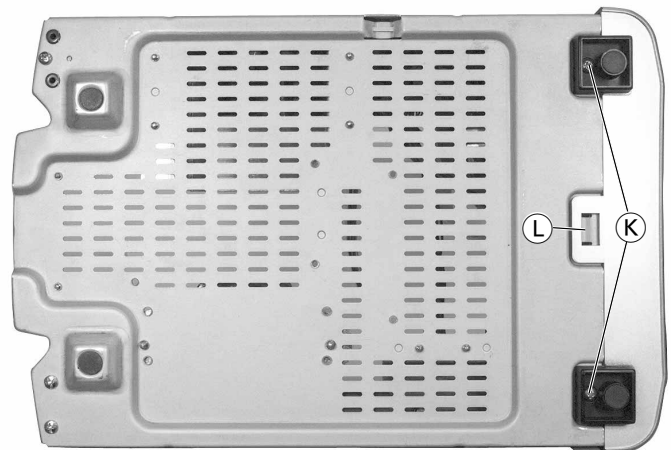

Fig. 10
- 2 Schrauben ⑨ (Fig. 10) herausdrehen.
- Rastnase ⑬ (Fig. 10) ausrasten.
- Undo 2 screws ⑨ (Fig. 10).
- Disengage hook ⑬ (Fig. 10).